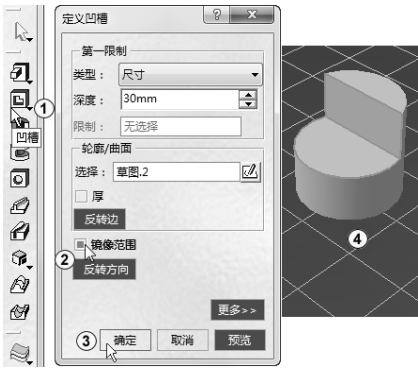

图 1-29 输入参数
单击“退出工作台”按钮，离开草图模式。单击屏幕右侧的“凹槽”按钮，如图 1-29 中①所示。系统弹出“定义凹槽”对话框，在“深度”文本框中用默认的数值 30，选中“镜像范围”复选框，如图 1-29 中②所示。单击“确定”按钮，单击屏幕下方的“等轴测视图”按钮后即可看到三维效果，如图 1-29 中③④所示。